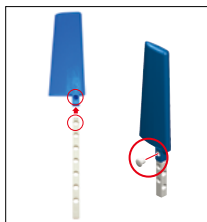

Fig. 46
1. Sätt i det långa dubbelhåliga blocket i det korta rotorbladet med hälen vända som bilden visar (Fig. 46).
2. Använd en knapp för att låsa fast blocket i rotorbladet (se Fig. 46).